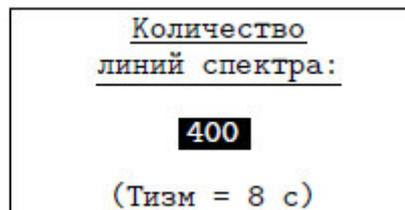

Рисунок 14
3.4.5. **"Кол. линий спектра"** - установка количества линий спектра (рис. 14).